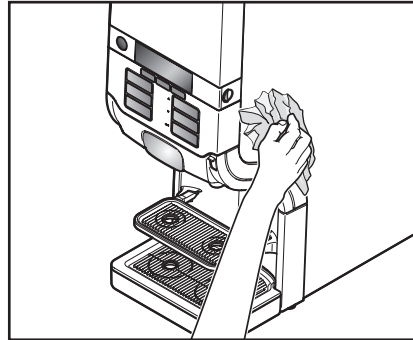

Fig. 28
6. Tør det udvendige af kaffemaskinen af med en fugtig og ren klud (fig. 28).